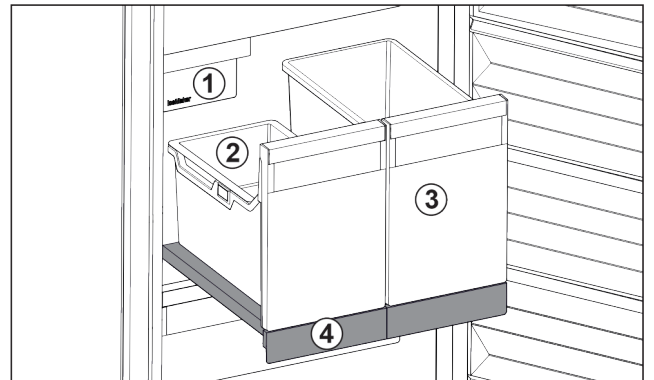

Fig. 17 Ripiano estraibile con IceTower
- (1) IceMaker
- (2) Vaschetta da agganciare per cubetti di ghiaccio
- (3) Contenitori ad es. per pizza, bevande alcoliche
- (4) Ripiano estraibile
Sul ripiano estraibile ci sono due contenitori alti (IceTower). I cubetti di ghiaccio dall'IceMaker vengono raccolti e conservati nel contenitore Fig. 17 (2). Il contenitore Fig. 17 (3) è adatto per conservare alimenti alti come pizze o bevande alcoliche.